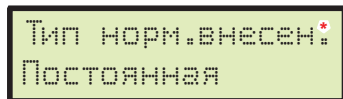

Рис. 60
- После выбора обработки компьютер автоматически переходит на установку **Тип норм.внесен.\*** для выбранной обработки (Рис. 60):